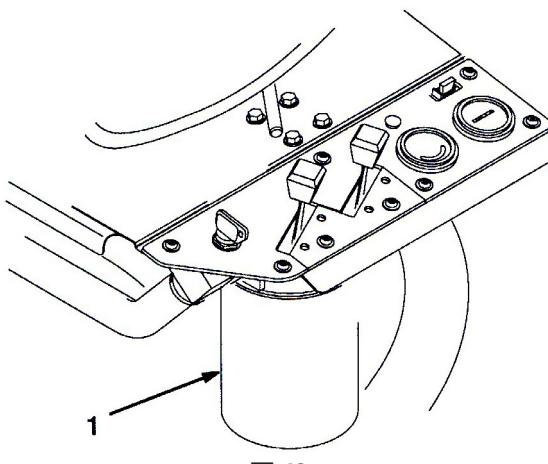

図 42
- フィルタ取り付け部周辺(図42)をきれいに拭く。フィルタの下に廃油受けを置いてフィルタを外す。